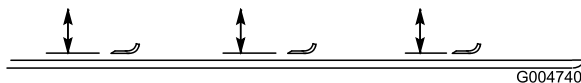

Bild 82
2. Drehen Sie die Schnittmesser, bis die Enden nach vorne und hinten zeigen (Bild 82). Messen Sie von der Innenseite des Mähwerks bis zur Schnittkante an der Vorderseite des Messers. Merken Sie sich dieses Maß.